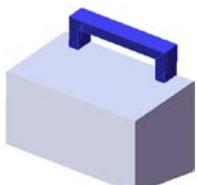

图 5.24.7 扫描 1
Step5. 创建图 5.24.7 所示的零件特征——扫描 1。选择下拉菜单 **插入(I) → 凸台/基体(B) → 扫描(S)…** 命令，系统弹出“扫描”对话框；选取草图 2 为扫描特征的轮廓，选取草图 3 为扫描特征的路径；单击该对话框中的 **√** 按钮，完成扫描 1 的创建。